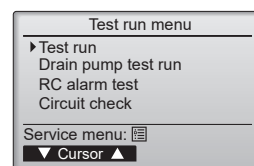

Fig. 7-4
- (4) Sélectionnez "Test run" (Test fonctions) à l'aide du bouton [F1] ou [F2], puis appuyez sur le bouton [F1]. (Fig. 7-4)